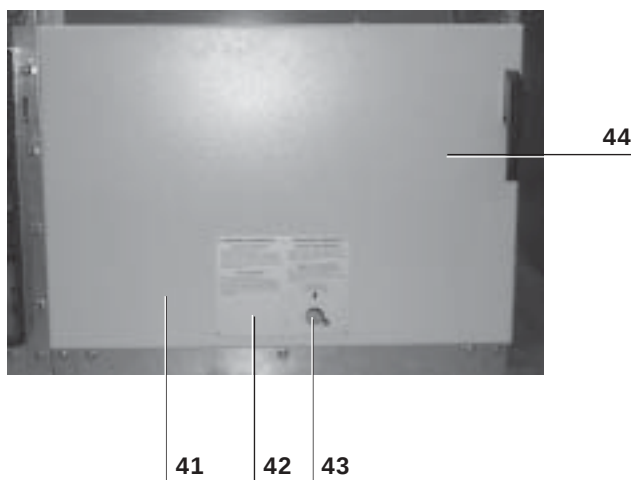
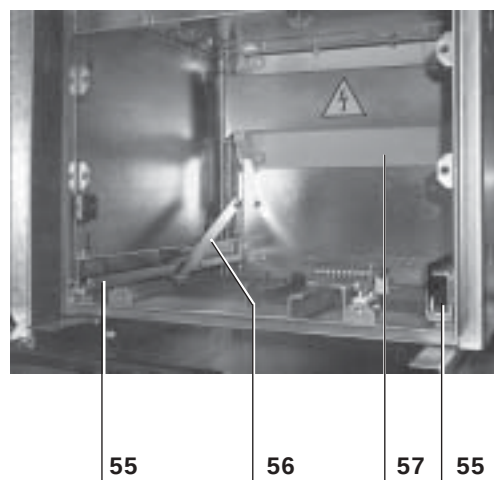
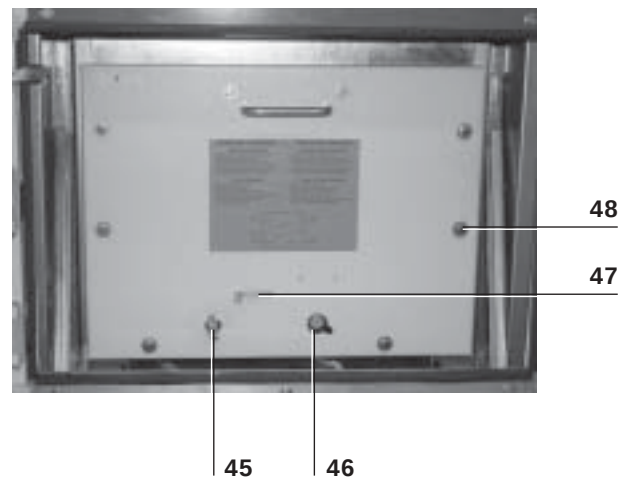
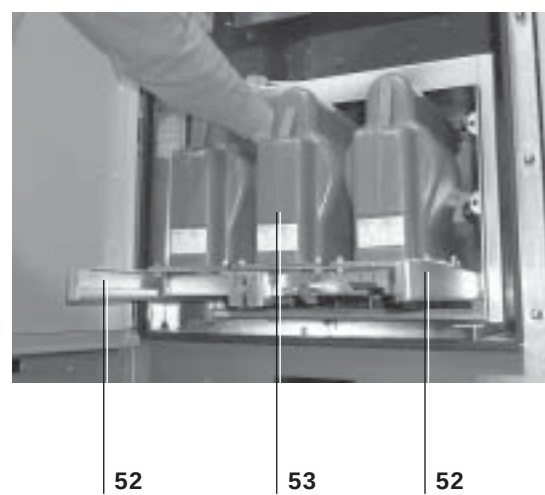

Fig. 32a
Fig. 32b
Fig. 32d_____
Fig. 32f_____
Lo scomparto trasformatori di tensione (fig. 32a) è costituita da un contenitore nel quale viene inserito un carrello estraibile fig. 32d con a bordo i trasformatori (53) (fig. 32f) e i relativi fusibili di protezione.
Il carrello estraibile (fig. 32f) è completamente asportabile dallo scomparto e consente la sostituzione dei fusibili in sicurezza. Una apposita serranda metallica (57) (fig. 32b) impedisce il contatto con i terminali di media tensione quando il carrello è estratto.
The voltage transformer compartment (fig. 32a) consist of an enclosure where a withdrawable truck is inserted (fig. 32d), with the transformers on board (53) (fig. 32f) and the relevant protection fuses.
The withdrawable truck (fig. 32f) can be fully withdrawn from the compartment and allows safe fuse replacement. A metallic shutter (57) (fig. 32b) prevents contact with the medium voltage terminals when the truck is withdrawn.
- Portella (41) (fig. 32a);
- targa sequenza manovre (42) (fig. 32a);
- sede di manovra della leva di inserzione/sezionamento del carrello TV (43) (fig. 32a);
- le guide (fig. 32b) (55) per il carrello;
- serranda metallica (57) (fig. 32b) di segregazione dei contatti fissi di sezionamento disposti all'interno dei monoblocchi ed i cinematismi di azionamento delle segregazioni (56) (fig. 32b) ;
- Attuatore del chiavistello di chiusura della portella (45) (fig. 32d);
- sede di manovra della leva di inserzione/sezionamento (46) (fig. 32d);
- piolo di sblocco del chiavistello di chiusura della portella (47) (fig. 32d);
- viti di chiusura della portella (48) (fig. 32d);
- trasformatori di tensione (TV) (53) (fig. 32f);
- guide supplementari sinistra e destra (52) (fig. 32f).
- door (41) (fig. 32a);
- operation sequence plate (42) (fig. 32a);
- operating seat of lever for VT truck racking in/out (43) (fig. 32a);
- truck guides (55) (fig. 32b);
- metallic shutter (57) (fig. 32b) for segregating the fixed isolating contacts inside the monoblocs and segregation operating mechanism (56) (fig. 32b);
- actuator of the door closing bolt (45) (fig. 32d);
- operating seat of the racking in/out lever (46) (fig. 32d);
- pin for unlocking the door closing bolt (47) (fig. 32d);
- door closing screws (48) (fig. 32d);
- voltage transformers (VTs) (53) (fig. 32f);
- left and right supplementary guides (52) (fig. 32f).